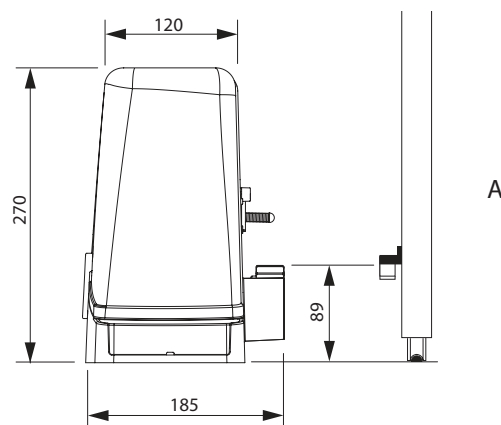
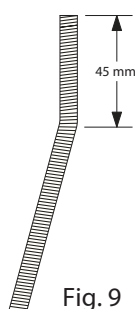

Fig.3
Fig. 9
Controleer met behulp van Fig.3 de maximale en minimale afstanden aangegeven in de afmetingen A en B.
Fig.3 geeft de belangrijkste afmetingen van de motor weer, compleet met behuizing.
a) Als de tandlat vooraf geïnstalleerd is met een maat die groter is dan die aangegeven in Fig.3 of in het geval van mogelijke wateroverlast kan de funderingsplaat worden verhoogd. In dit geval buigt u de draadeinden op een hoogte van ongeveer 45 mm, zoals aangegeven in Fig.9.